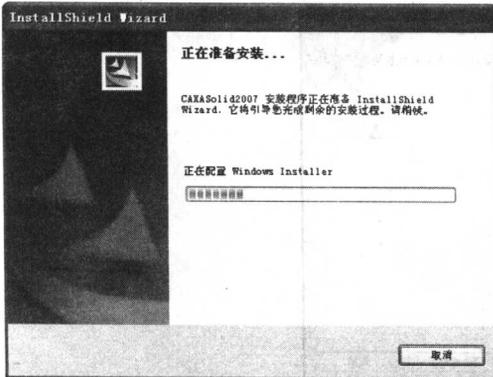
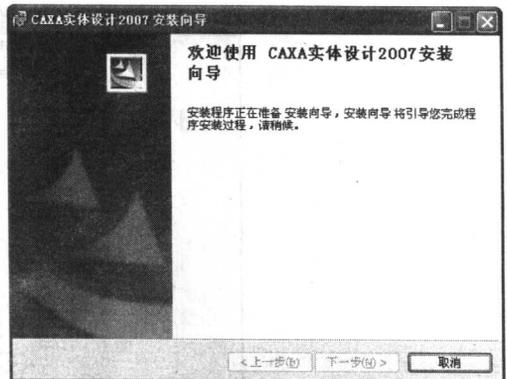

图 1-2 【正在准备安装】界面
图 1-3 【欢迎使用 CAXA 实体设计 2007 安装向导】界面
(2) 选择中文（简体），单击 按钮进入【正在准备安装】界面，如图 1-2 所示。然后进入【欢迎使用 CAXA 实体设计 2007 安装向导】界面，如图 1-3 所示。